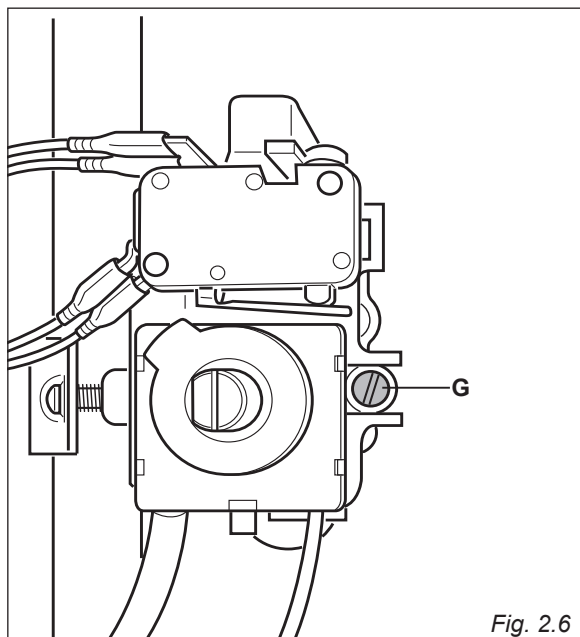

Fig. 2.6
- Sfilare la manopola del termostato e passando attraverso il foro del frontale con un cacciavite a taglio, svitare di circa un giro la vite by-pass “G” (fig. 2.6).
- Dopo aver sfilato nuovamente la manopola e facendo molta attenzione a non ruotare l’asta del termostato, avvitare lentamente le viti di by-pass “G” (fig. 2.6) fino ad ottenere una fiamma di 3-4 mm di altezza.